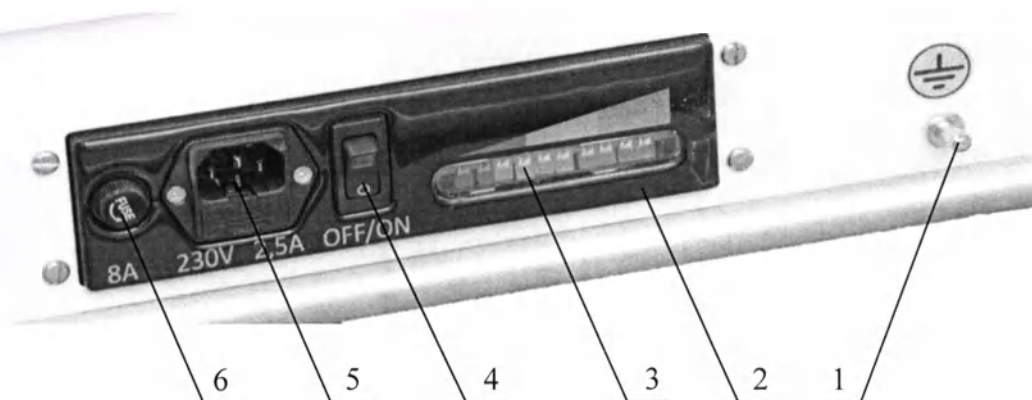

Рисунок 16
9.4 Подсоедините стол к контуру наружного заземления с помощью заземляющего зажима 1 (Рисунок 16), расположенного внизу основании кровати со стороны головной секции.
9.6 На панели питания 2 (Рисунок 16) для кроватей исполнений КА-01, -02, -03, включите выключатель 4. На индикаторе зарядки батарей 3 должен загореться зеленый сектор. Кровать готова к работе.
9.7 Если на панели питания 2 (Рисунок 16) на индикаторе 3 горит красный сектор, это означает, что аккумуляторные батареи разряжены.
9.8 При разряженных батареях вставьте сетевой шнур в разъем 5 панели питания 2 (Рисунок 16) и в сеть 230 В. В течение 12...14 часов произойдет полная зарядка аккумуляторных батарей. На индикаторе зарядки батарей должен загореться зеленый сектор. Емкость аккумуляторных батарей такова, что, в зависимости от интенсивности выполнения движений кровати, позволяет после полной зарядки батарей обеспечить работу кровати в течение периода времени до одной недели.